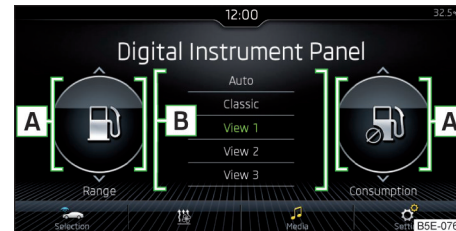

Fig. 36 Configurar las opciones de información y entretenimiento preseleccionadas
- ▶ En los campos **A** » **fig. 36** seleccionar la información adicional deseada mediante un movimiento del dedo vertical en la pantalla.